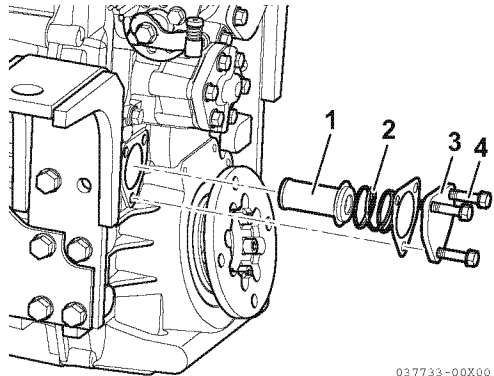

Figura 2
4. Rimuovere tre bulloni M8 x 40 (4, **Figura 2**) e le rondelle.
5. Rimuovere il coperchio (3, **Figura 2**), la molla (2, **Figura 2**) e il filtro olio (1, **Figura 2**).
*Nota: Il filtro olio (1, **Figura 2**) deve essere lavato con dell'olio pulito ogni volta che l'olio viene sostituito.*